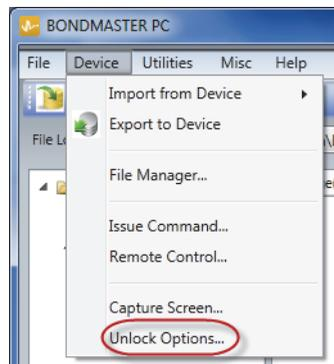

Abbildung 7-21 Befehl Unlock Options
1. Im Menü **Device** der BondMaster PC Software klicken Sie auf **Unlock Options** (siehe Abbildung 7-21 auf Seite 224).